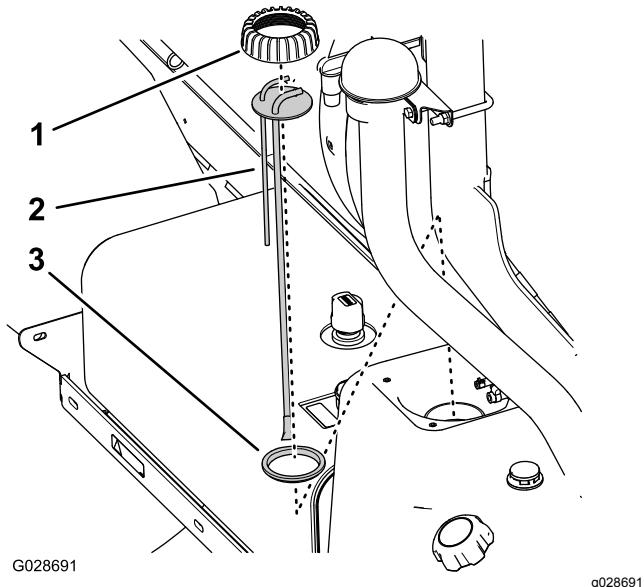

Figure 77
| 5. Tournez le bouchon du tuyau vertical/transmetteur de carburant dans le sens antihoraire pour le retirer (Figure 77). | |
- 6. Soulevez et déposez le tuyau vertical/transmetteur de carburant du réservoir de carburant (Figure 77).
1. Placez le bouchon sur le tuyau vertical et le tuyau vertical sur le joint (Figure 77).
2. Alignez le bouchon, le tuyau vertical et le joint, et insérez l'ensemble avec précaution dans le réservoir de carburant (Figure 77).
3. Vissez le bouchon sur le goulot du réservoir de carburant et serrez-le à la main (Figure 77).